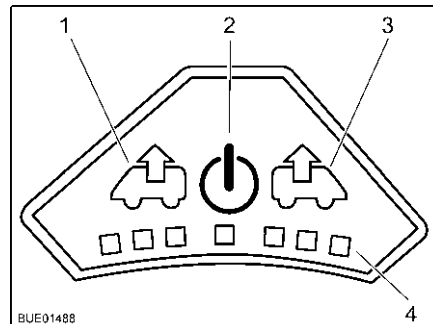

Fig. 93 Quadro comandi del ventilatore
- Accensione:** ■ Premere il tasto On/Off (Fig. 93,2). Il ventilatore funziona in modalità comfort (sfiato al numero di giri minimi del ventilatore).
- Per aumentare il numero di giri del ventilatore: Premere il tasto Sfiato (Fig. 93,1). Il numero di giri del ventilatore aumenta di uno stadio in direzione sfiato. I LED (Fig. 93,4) indicano gli stadi di commutazione.
- Per ridurre il numero di giri del ventilatore: Premere il tasto Aerazione (Fig. 93,3). Il numero di giri del ventilatore si riduce di uno stadio.
- Per aumentare il numero di giri del ventilatore: Premere il tasto Aerazione (Fig. 93,3). Il numero di giri del ventilatore aumenta di uno stadio in direzione aerazione. I LED (Fig. 93,4) indicano gli stadi di commutazione.
- Per ridurre il numero di giri del ventilatore: Premere il tasto Sfiato (Fig. 93,1). Il numero di giri del ventilatore si riduce di uno stadio.
- Premere il tasto On/Off (Fig. 93,2). Il ventilatore si ferma, i LED si spengono.